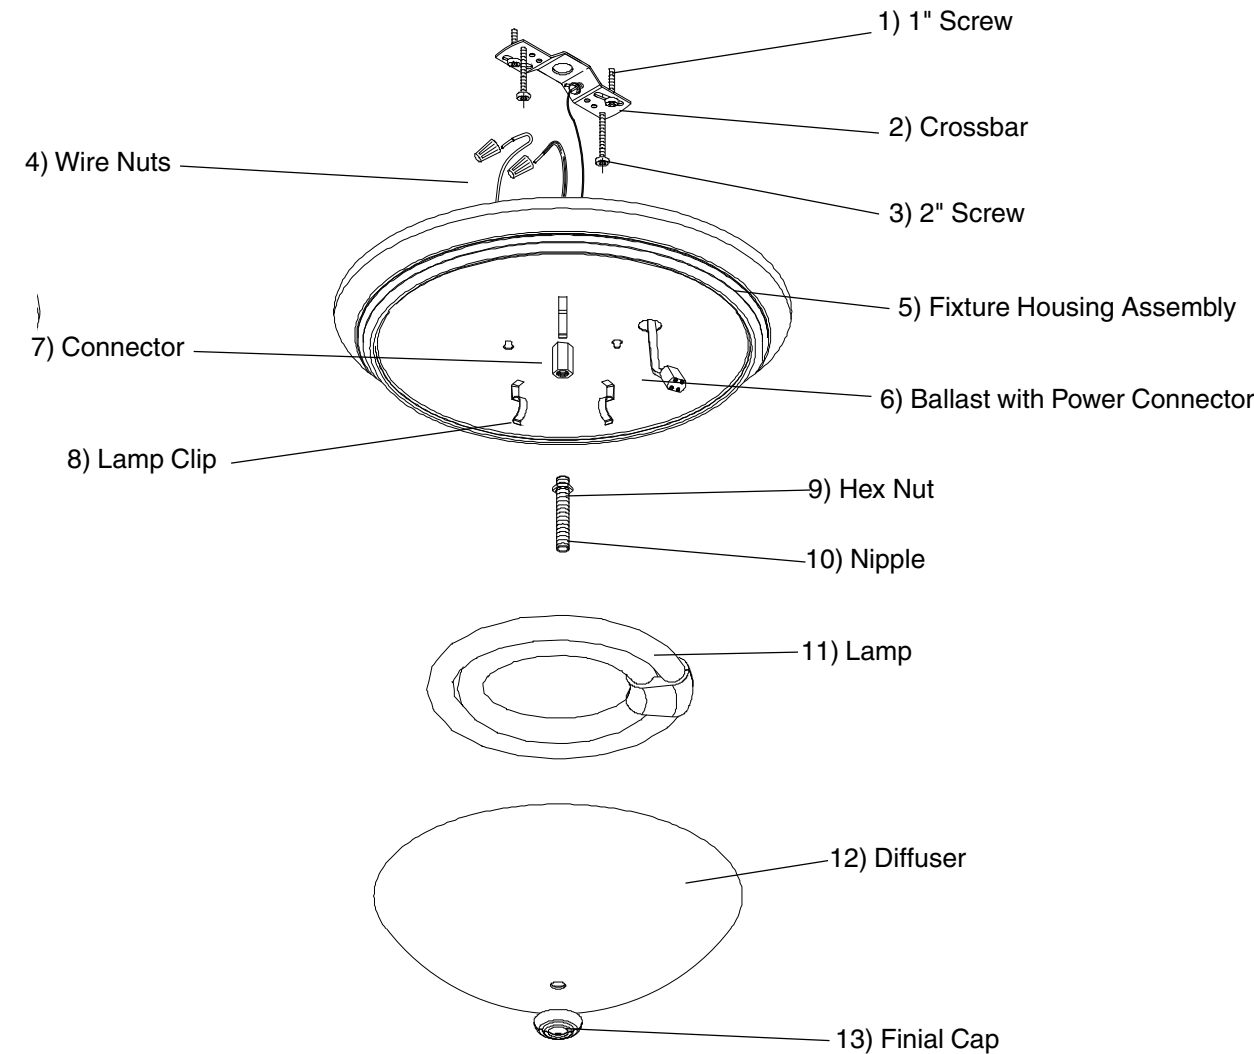

Figure 2
1. **Remove fixture components and parts pack(s).** Check that all parts are included and remove diffuser if attached to fixture. **See Fixture Packing List on Page 1 and Fig. 2.**
2. **With the power turned off, attach Crossbar (2) to junction box** with the two #8 x 1" Screws (1) passing through the slots. (Head of green ground screw should face downward).
3. **Thread two #8 x 2" (3) Screws** about 1/4" into the Crossbar.
4. **With the power turned off, hold the Fixture Housing Assembly (5) firmly and connect the green ground wire** from the fixture to the bare copper ground wire from the junction box using a Wire Nut (4). (If house wiring does not include a ground wire, consult your local electrical code for approved grounding methods). **See Fig. 2.**
5. **Use Wire Nuts** to connect black fixture wire to the black power supply wire and white fixture wire to the white power supply wire. **See Fig. 2.**
7. **Align the keyholes in the Fixture Housing Assembly** with the screws extending from the Crossbar previously mounted to the junction box. **See Fig. 2.**
9. **Thread Hex Nut (9) about 1/4" onto the Nipple (10)** and screw Nipple into the hole located in the Connector (7).
10. **Install Lamp (11)** by positioning Lamp over two of the three Lamp Clips (8). Gently push Lamp over third clip while pulling the clip back slightly. Connect plug from fixture to Lamp.
11. **To install Diffuser (12),** align center hole of diffuser over Nipple and screw on Finial Cap (13) to secure Diffuser up against the Fixture Housing Assembly.
1. **Remueva los componentes del luminario y el(los) paquete(s) de piezas.** Asegure que todas las piezas estén incluidas y remueva el difusor si esta adherido al luminario. **Vea la Lista de Embalaje en la Pagina 1 y Fig. 2.**
2. **Con la electricidad apagada, adhiera la Barra Transversal (2) a la caja de ensambladura** con dos Tornillos #8x1" (1) pasandolos atraves de las ranuras. (La cabeza del tornillo verde de hacer tierra debe mirar hacia abajo).
3. **Enrosque dos Tornillos #8x2" (3)** como a un ¼" dentro de la Barra Transversal.
4. **Con la electricidad apagada, sostenga el Ensamblaje de la Carcasa del Luminario (5) firmemente y conecte el alambre verde de hacer tierra** del luminario al alambre desnudo de cobre de la caja de ensambladura usando un Capuchón de Alambres (4). (Si el alambrado de la casa no incluye un alambre de hacer tierra, consulte su código eléctrico local para métodos aprobados de hacer tierra. **Vea Fig. 2.**
5. **Use Capuchones de Alambres** para conectar el alambre negro del luminario al alambre negro de suministro eléctrico y el alambre blanco del luminario al alambre blanco de suministro eléctrico. **Vea Fig. 2.**
7. **Alinee los "keyholes" del Ensamblaje de la Carcasa del Luminario** con los tornillos que extienden de la Barra Transversal previamente montado a la caja de ensambladura. **Vea Fig. 2.**
9. **Rosque la Tuerca Hexagonal (9) como 1/4" en la Entrerrosca (10)** y rosque la Entrerrosca en el agujero localizado en el Conector (7).
10. **Instale la Lámpara (11)** colocando la Lámpara sobre dos de los tres Grapas de la Lámpara (8). Empuje la Lámpara sobre la tercera grapa mientras tirando la grapa hacia atrás levemente. Conecte el enchufe del luminario a la lámpara.
11. **Para instalar el Difusor (12),** alinee el agujero de centro del difusor sobre la Entrerrosca y rosque el tornillo en la tapa de Finial (13) para asegurar el Difusor contra el Ensamblaje de la Carcasa del Luminario.